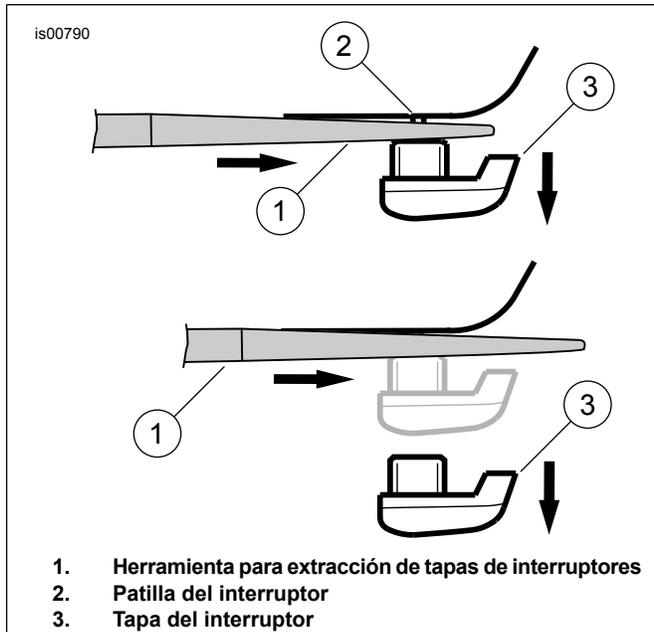

Figura 7. Extracción de la tapa del interruptor de la caja inferior de interruptores
6. Quite la tapa del interruptor de selección del modo (3), usando el extremo largo (5) de la herramienta para extracción de tapas de interruptores. Inserte la herramienta debajo de la tapa del interruptor y empuje la herramienta hacia afuera hasta que la tapa del interruptor desenganche de la patilla del interruptor (Figura 7, artículo 2).
5. Quite la tapa del interruptor de control de audio (3) usando el extremo largo (5) de la herramienta para extracción de tapas de interruptores (Figura 7, artículo 1). Inserte la herramienta debajo de la tapa del interruptor y presione la herramienta hacia afuera hasta que la tapa del interruptor desenganche de la patilla del interruptor (2).